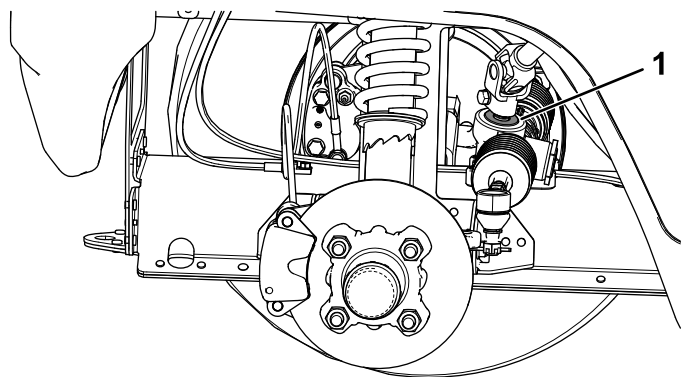

Figure 44
**Important:** Vérifiez l'état et la fixation du joint de l'arbre de pignon (Figure 44).